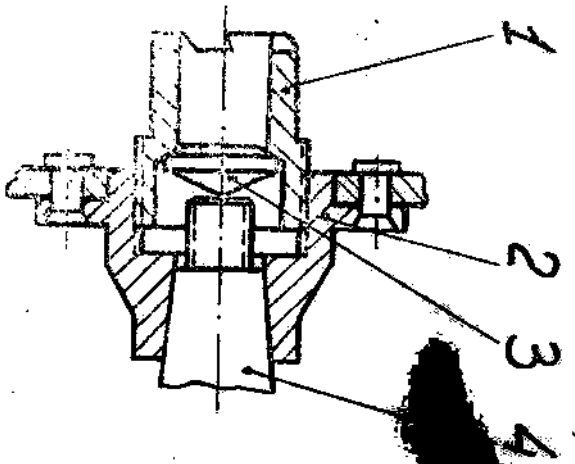
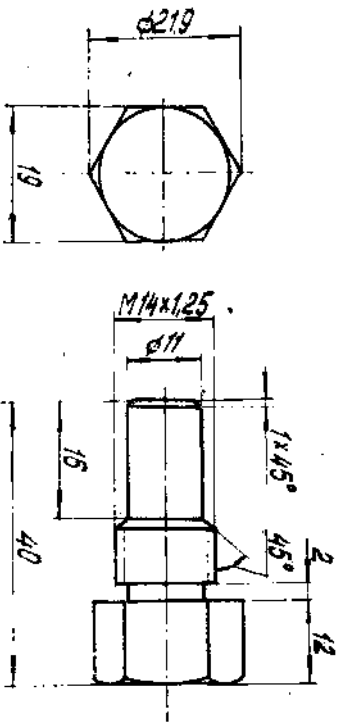

Рис. 12.
Рис. 13 Упор.
3. Снять маховик в следующем порядке: вывернуть храповик, отвернуть гайку крепления маховика, снять шайбы и регулировочные прокладки. Установить в выточку храповика вкладыш-стемник, как показано на рис. 12, завернуть храповик во вкладыш маховика и снять маховик. Для фиксирования колена при снятии маховика рекомендуется в свечное отверстие цилиндра ввернуть специальный упор, который может быть изготовлен по эскизу рис. 13.